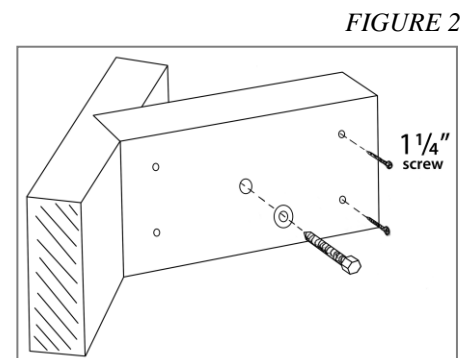

FIGURE 2
- 3) ATTACH THE CORNER BLOCKS TO THE NOTCHES IN THE LEG ASSEMBLIES WITH **8 - 1 1/4" SCREWS** (SEE *FIGURE 2*).
- 4) **LOOSELY** ATTACH THE LEG ASSEMBLIES TO THE CORNER BLOCKS USING THE **4 - 2 1/2" LAG BOLTS** (SEE *FIGURE 2*). TIGHTEN THE LAG BOLTS UNTIL THE LEG ASSEMBLIES ARE PULLED EVENLY INTO THE SIDE SKIRTS.